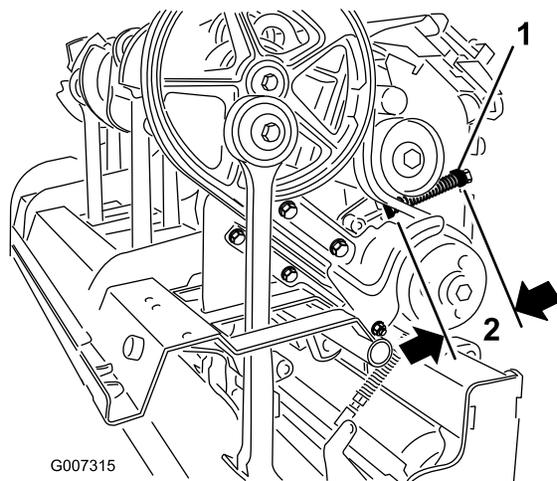

Figure 34
- C. Desserrez le contre-écrou de fixation de la retenue du ressort (Figure 34).
- D. Réglez le dispositif de retenue de sorte à comprimer le ressort à la longueur voulue (Figure 34).